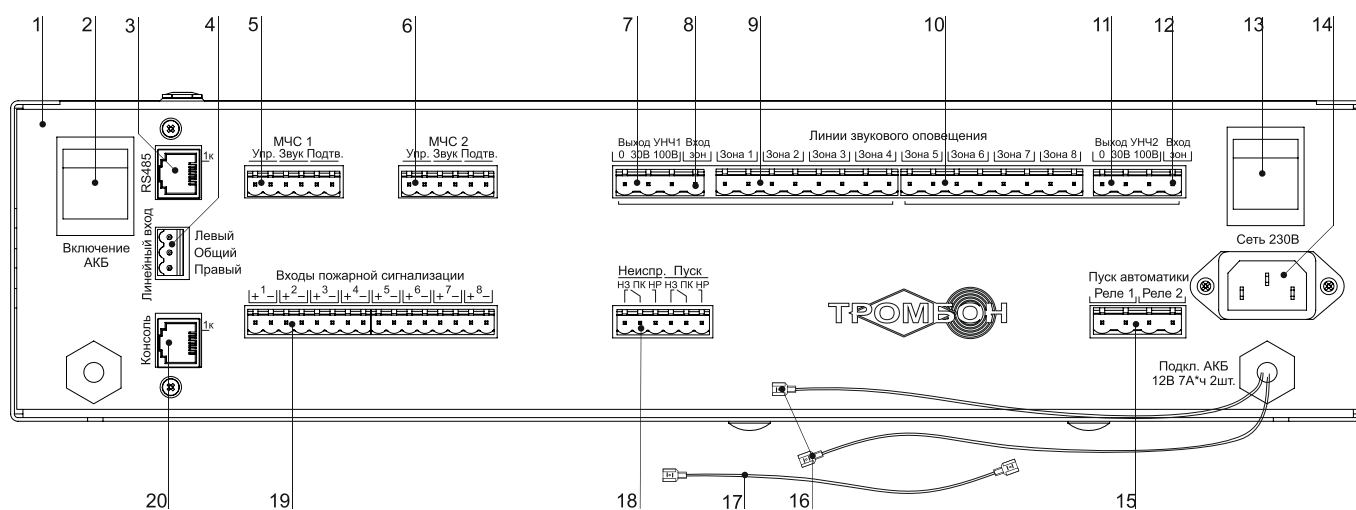

Рис. 2. Прибор управления «Тромбон ПУ-8», вид со стороны задней панели.
Прибор «Тромбон ПУ-8К» имеет 8 входов пожарной сигнализации (рис. 2, поз. 19) для подключения к выходам ППКП (Прибора Приемного Контрольного Пожарного). Выходы ППКП могут быть релейным или типа «открытый коллектор».
5.1.2. Цифровое подключение к сопряженной комплексной системе безопасности через последовательный порт «RS485» (рис. 2 поз. 3). Подключение выполняется кабелем «Витая пара». Назначение контактов последовательного порта «RS485» приведено в Приложении 3.
Прибор имеет два специальных входа «МЧС 1» и «МЧС 2» (рис. 2, поз. 5, 6). Входы предназначены для стыковки с блоком централизованного запуска системы оповещения МЧС (БЦЗ системы П-166 или аналогичными). Входы выполнены в виде 6-х контактного разъема. Контакты «Упр.» данного разъема – это логический вход управления прибором (реагирующий на замыкание контактов), контакты «Звук» - вход звукового сигнала с уровнем 0 дБ (0,775В) от БЦЗ МЧС. Контакты «Подтв.» - подтверждение исполнения команды на оповещение МЧС. Входы МЧС прибора имеют различный приоритет. Вход «МЧС 1» имеет более высокий приоритет по сравнению со входом «МЧС 2».
Для подключения удаленных консолей предназначен специальный порт «Консоль» (рис. 2, поз. 20). Порт выполнен в виде 8 - контактного разъема типа RJ45. К нему можно подключать до 8-и адресных удаленные консоли типа «Тромбон УК».
- Разъем «Линейный вход» (рис. 2, поз. 4) предназначен для подключения к прибору источника звукового вещания и музыкальных программ. Вход стереофонический, используется только в режиме звукового вещания. Максимальное входное напряжение сигнала на данном входе – 250 мВ.
- Для подключения линий звукового оповещения предназначены два 8-и контактных разъема «Линии звукового оповещения» (Рис. 2. поз. 9, 10); Всего прибор имеет выходы для подключения восьми линий связи со звуковыми оповещателями с обеспечением контроля исправности. Контроль исправности может быть отключен программно. Схема подключения линий звукового оповещения к прибору «Тромбон ПУ-8К» приведена в Приложении 6.
- Для выбора напряжения в линии оповещения зон 1, 2, 3 и 4 необходимо установить перемычку между контактом 30В или 100В» (Рис. 2. поз. 7) разъема «Выход УНЧ1» и контактом «Вход зон» (Рис. 2. поз. 8.) Аналогично, для зон 5, 6, 7 и 8 выбор напряжения выполняется перемычкой между требуемым контактом «Выход УНЧ2» (Рис. 2. поз. 11) и «Вход зон» (Рис. 2. поз. 12). ВНИМАНИЕ! Напряжение включения оповещателей в линиях зон 1, 2, 3 и 4 должно быть одинаковым и определяется перемычкой на вход зон с выхода УНЧ1. Аналогично напряжение оповещателей в зонах 5, 6, 7 и 8 определяется перемычкой с выхода УНЧ2.
5.6. Разъем «Пуск автоматики» (Рис. 2 поз. 15) предназначен для управления такими средствами пожарной автоматики, как световые знаки безопасности, эвакуационное освещение и замки эвакуационных выходов. Для управления этими средствами на разъем выведены нормально разомкнутые контакты двух реле. Контакты реле замыкаются при переходе прибора в режим «Тревога».
5.7. Разъем «Неиспр. Пуск» - вывод обобщенных сигналов «Неисправность» и «Пуск» (рис. 2, поз. 18). На данный разъем выведены контакты двух реле. Контакты реле «Авария» замкнуты у выключенного прибора или при обнаружении в системе оповещения неисправностей. Контакты реле «Пуск» замыкаются в режимах «Тревога», «Экстренный запуск» или «Трансляция МЧС».
5.8. Разъем «Сеть 230В» (рис. 2, поз 14) предназначен для подключения прибора к сети питания переменного тока 230В 50Гц.
5.9. Подключение батарей резервного питания 24В. Для резервного питания необходимо две батареи на 12В с емкостью 7 или 9А*ч. Подключение батарей выполняется последовательно при помощи кабелей с клеммами и перемычки (Рис. 2. поз. 16 и 17). ВНИМАНИЕ! Подключение одной батареи 12В к клеммам Рис. 2. поз. 16 или параллельное подключение батарей недопустимо!